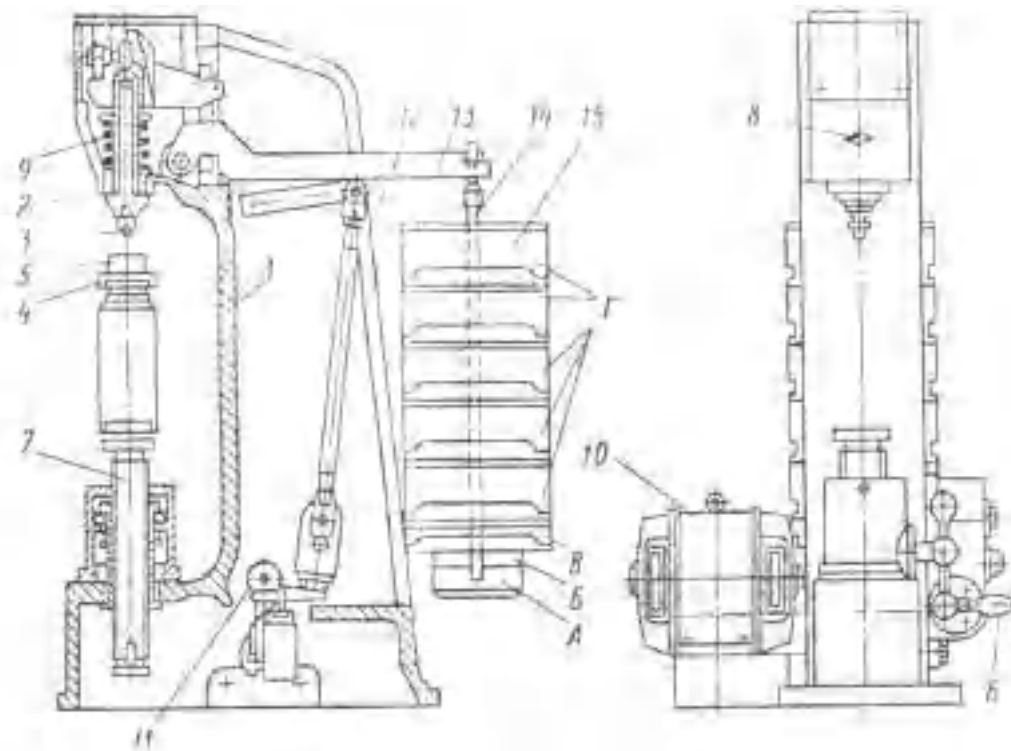

Рисунок 2.1 Схема автоматического рычажного пресса для определения твёрдости.
Схема автоматического рычажного пресса показана на рис. 2.1. В верхней части станины 1 имеется шпиндель 2, в который вставляется наконечник с шариком 3. Может быть установлен один из трех наконечников — с шариком диаметром 10,5 или 2,5 мм. Столик 4 служит для установки на нем испытываемого образца 5. Вращением по часовой стрелке рукоятки 6 приводят в движение винт 7, который, перемещаясь вверх, поднимает столик 4, и образец 5 прижимается к шариком 3. При вращении рукоятки 6 до тех пор, пока указатель 8 не станет против риски, пружина 9 сжимается до отказа и создается предварительная нагрузка в 100 кГ.
1. Установить на подвеску 14 (см. рис. 2.1) грузы 15, соответствующие выбранной для испытания нагрузке.